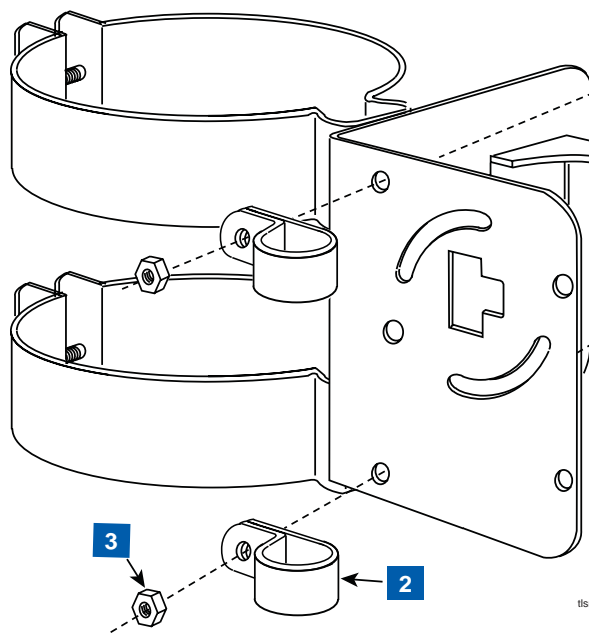

Abbildung 13. Befestigung der Installationsrohrschellen am Batteriewinkel
2. Die zwei Installationsrohrschellen wie in Abbildung 13 gezeigt an der Batteriehalterung befestigen. Die Schrauben jedoch noch nicht festziehen.
LEGENDE FÜR NUMMERIERTE KÄSTCHEN IN ABBILDUNG 13